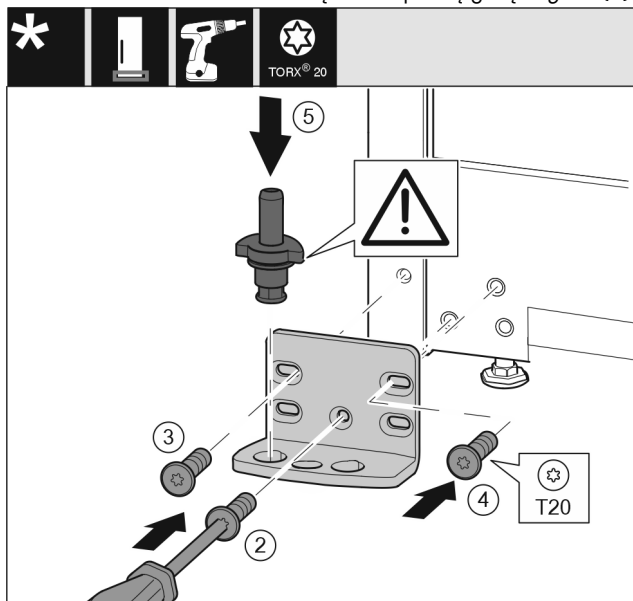

Fig. 15
- ▶ Uždėkite atraminę gembę kitoje pusėje ir prisukite, naudodami atsuktuvą T20. Su varžtu 2 pradėkite apačioje viduryje. Fig. 15 (2)
- ▶ Tvirtai prisukite varžtus 3 ir 4. Fig. 15 (3,4)
- ▶ Įstatykite visą atraminę gembę. Atkreipkite dėmesį į tai, kad fiksavimo kumštėlis būtų nukreiptas į galą. Fig. 15 (5)